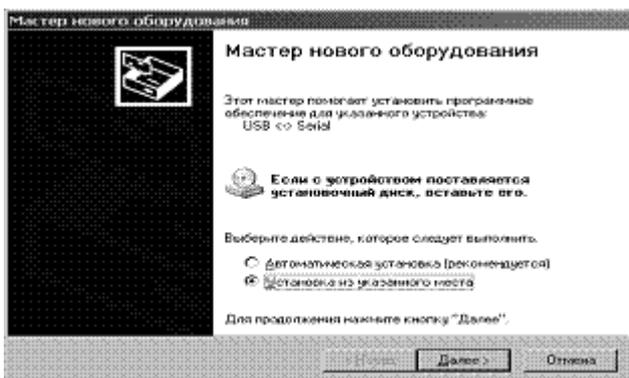
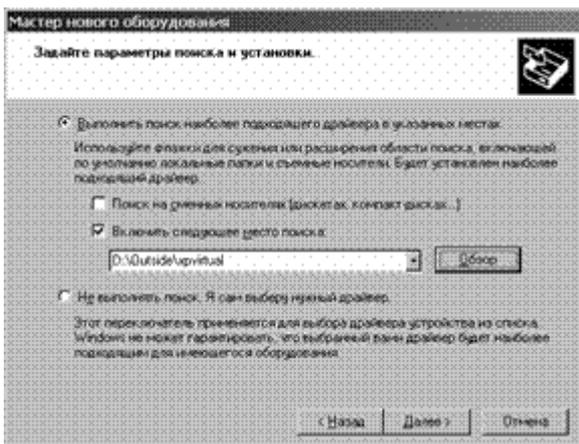

Рис. 5
Рис. 6
1) Подключить разъем прибора ПС-2 к USB-порту компьютера. Операционная система выдаст информацию об обнаружении нового устройства (рис. 5).
2) В окне Рис. 5 изменить положение переключателя на «Установка из указанного места» и нажать на кнопку «Далее». Операционная система выведет окно с запросом пути к драйверу устройства (рис. 6).
3) В окне Рис. 6 установить флажок «Включить следующее место поиска» и нажать на кнопку «Обзор». В появившемся окне выбрать путь к драйверу (драйвер находится на прилагаемом диске в папке USB\_RS\_485\_Adapter\Win\_98\_v5 - для ОС Windows 98(ME) и